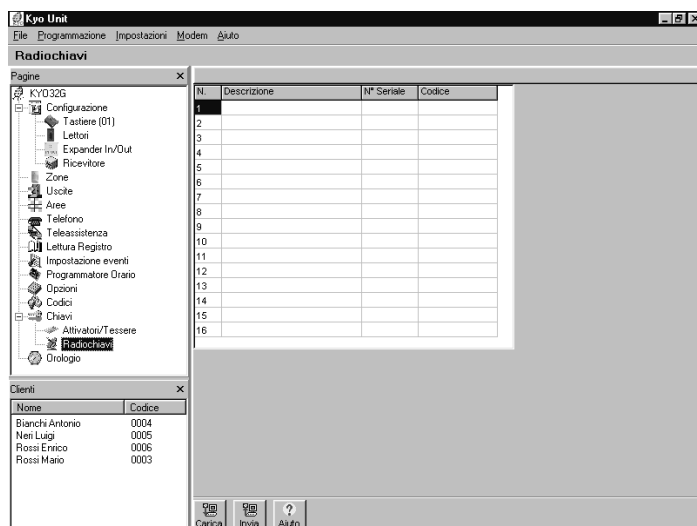

Fig. 3.17b - Pagina Radiochiavi
Se è stato collegato il VectorRX, la Centrale può gestire fino a 16 Radiochiavi. La Fig. 3.17b illustra la Pagina di programmazione delle Radiochiavi.
*Nelle Centrali **KYO16D** la videata delle Radiochiavi è differente da quella visualizzata in Fig. 3.17b. In tali centrali, infatti, oltre che impostare il Numero Seriale della Radiochiave, è possibile programmarne anche i tipi di Inserimento (come descritto nella "Pagina Codici") e le opzioni "Reset Coda Telefonica" e "And" (descritte nella "Pagina Attivatori").*